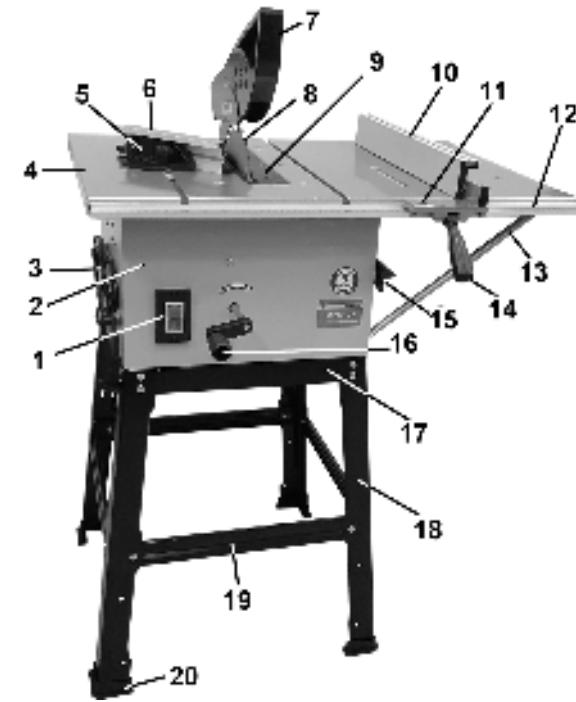

Рис. 2
Внимание! Категорически запрещается включать и работать на станке с установленными двумя узлами или оборудованиями – это опасно. Работайте на станке, оборудованном только на один вид обработки – пиление или токарная обработка или заточные работы или ленточно-шлифовальная обработка, или шлифование диском. На Рис.2 и 3 станок изображён оснащённым с двух сторон дополнительным оборудованием для большей наглядности его возможностей.
8.3. Проверьте, чтобы пильный диск (8) находился ниже поверхности рабочего стола (4), при необходимости вращением ручки (16) максимально опустите пильный диск (8), Рис.2.
Внимание! Категорически запрещается включать и работать на станке с установленными двумя узлами или оборудованностями – это опасно. Работайте на станке, оборудованном только на один вид обработки – пиление или токарная обработка, или заточные работы, или ленточно-шлифовальная обработка, или шлифование диском. На Рис.2 и 3 станок изображён оснащённым с двух сторон дополнительным оборудованием для большей наглядности его возможностей.